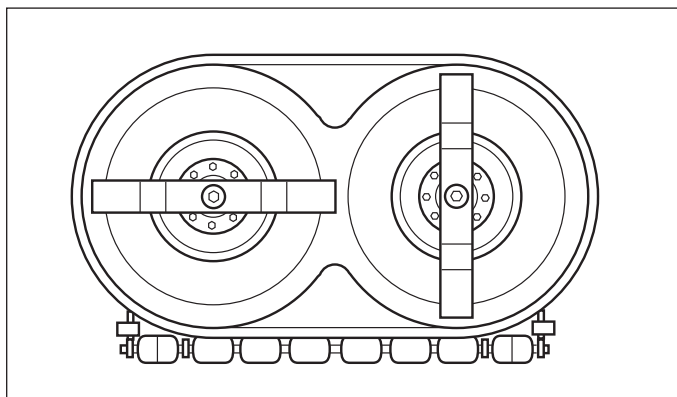

Figura 48. Sincronizzazione delle lame del piatto di taglio
8. Controllare che le lame siano in posizione perpendicolare una all'altra (vedere la Figura 48). Se così non fosse, eseguire la procedura di sincronizzazione delle lame del piatto di taglio che si trova nella sezione "Manutenzione periodica".